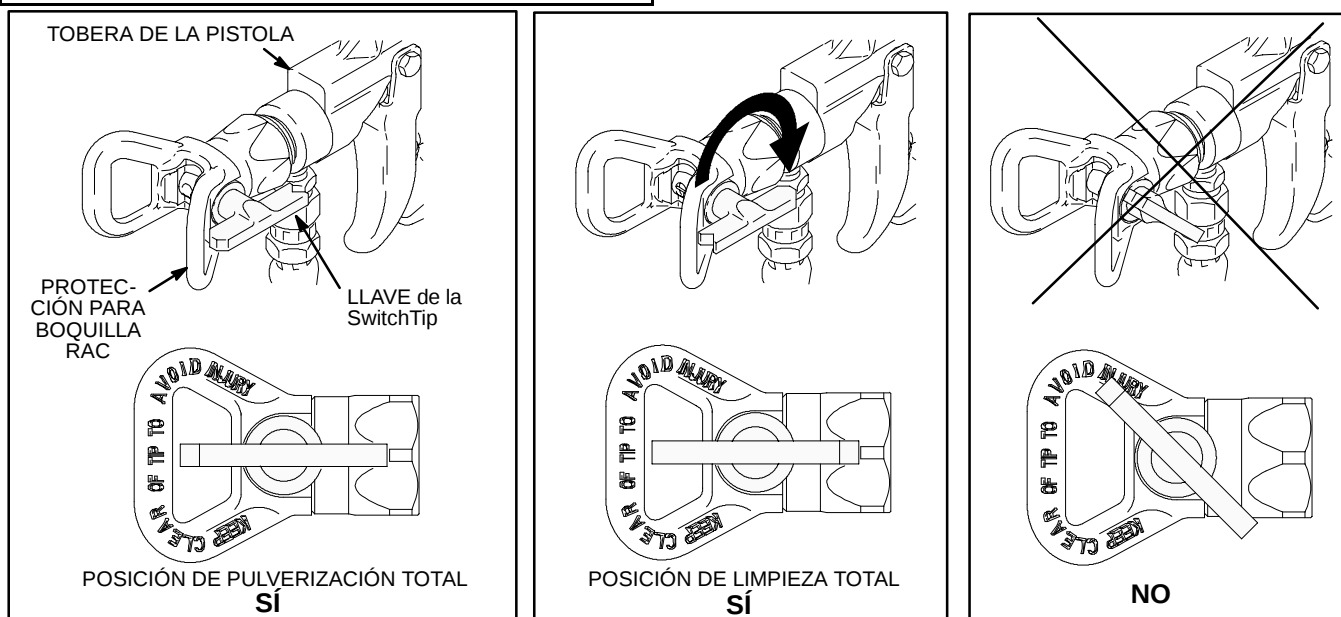
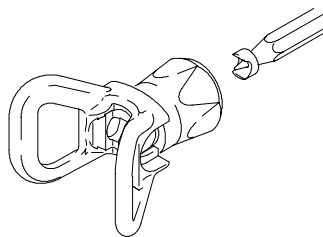

Fig. 1
Fig. 2
- girar la llave de la SwitchTip de forma que quede paralela a la tobera de la pistola. Vea la Fig. 1.
Coloque le asiento en el extremo de un lápiz, con el lado curvado dirigido hacia afuera. Guíe el asiento por la tuerca de retención y gírelo hasta que quede montado a horcajadas sobre el cilindro. Vea la Fig. 2. Introduzca la empaquetadura correcta y presiónela hacia abajo. Si se utiliza la empaquetadura amarilla, asegúrese de que el lado plano quede dirigido hacia afuera. Vea la Fig. 1.